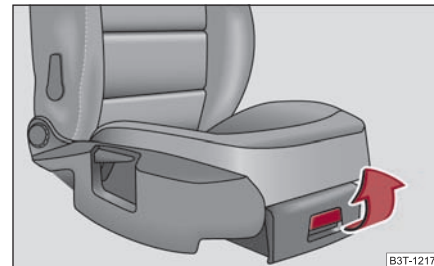

Fig. 114 Scaunul pasagerului din dreapta: Compartimentul de depozitare
- Pentru deschiderea capacului, apăsați pe încuietoare și trageți capacul ⇒ pagina 97, fig. 114.